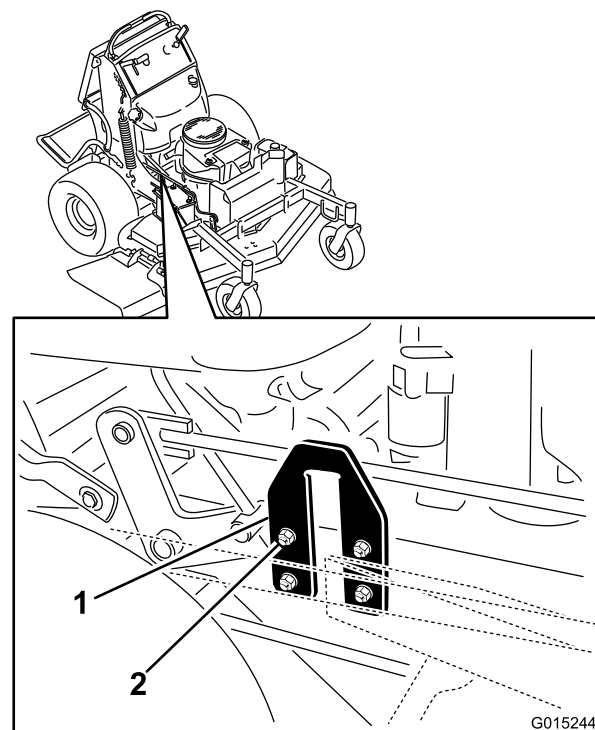

Figure 87
2. Trouvez les plaques en U sur le côté du plancher moteur (Figure 87).
3. Desserrez un côté de la plaque en U et montez ou abaissez la plaque pour réduire la différence entre les valeurs mesurées en **B** et **C** à 6 mm (1/4") maximum (Figure 87).